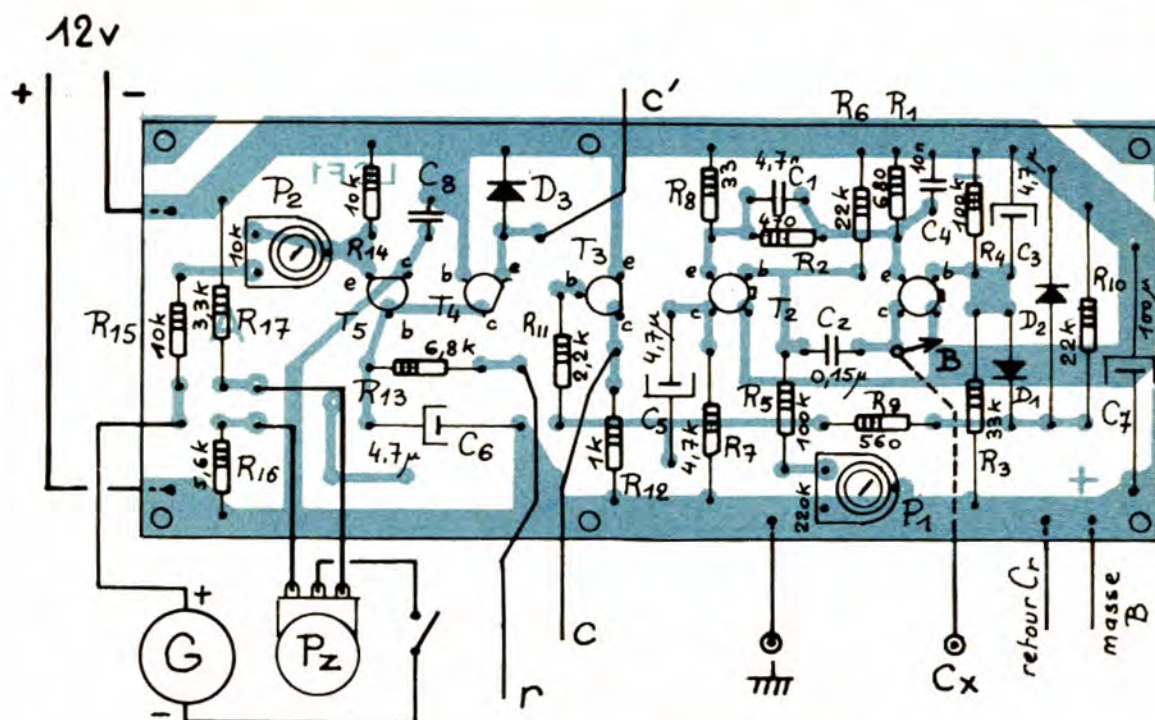
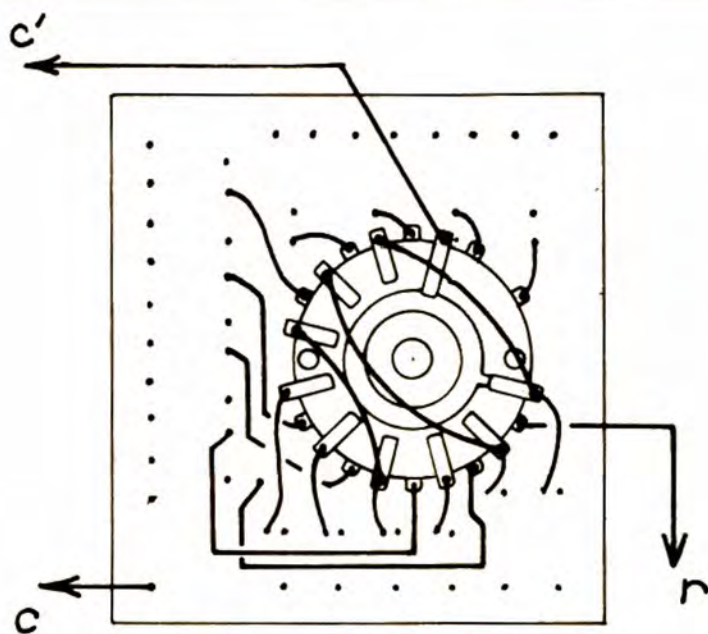

Fig. 10. - Pose des composants sur le circuit A.
Fig. 13. - Câblage de la galette Kg r/Kg c vue de l'avant. Position « 1 » = « 10 μ H ».
a) **Circuit principal A.** Voir figure 10. C'est très simple et la figure appelle peu de commentaires. Tous les composants sont à souder bien à plat. Faire évidemment très attention au sens des transistors, diodes et chimiques.
Assurer toutes les liaisons entre les éléments R_i , C_i et la galette avant. Voir figure 13. Monter maintenant A et B d'une part et encliquetage et C d'autre part, à leur place définitive dans le boîtier. Faire les liaisons entre les bobines L_r , les condensateurs C_r et la galette arrière (voir figure 11) avec du petit fil rigide. Ces fils assurent le maintien des éléments entre eux lors d'un démontage. Terminer les liaisons en se reportant à la figure 10.